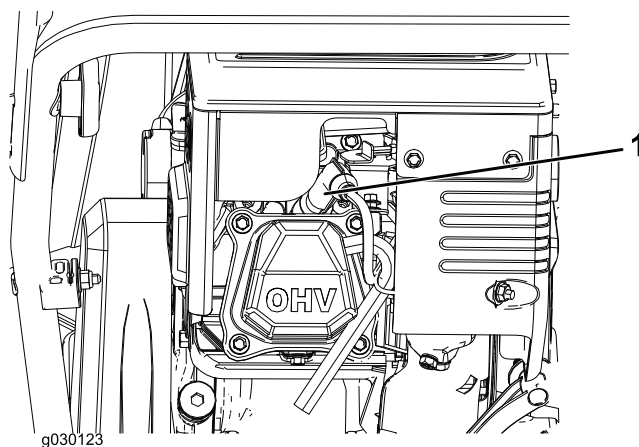

Figure 21
1. Enlevez le capuchon (Figure 21).